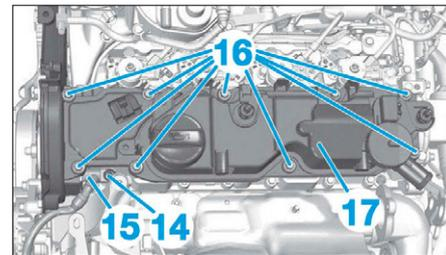

FIG. 87
- Déposer la vis (14) du capteur de position d'arbre à cames (15) (**Fig.87**).
- Repousser le capteur de position d'arbre à cames (15).
- les vis (16),
- le couvercle culasse (17),